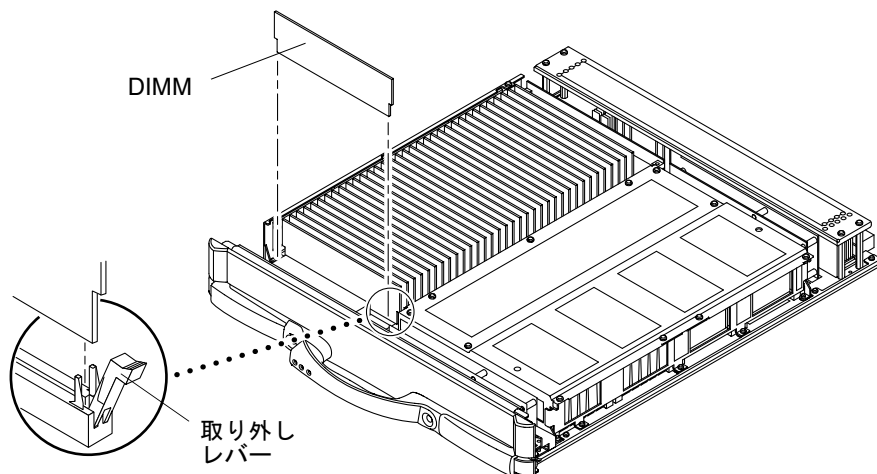

図 8-10 DIMM の取り外し
4. DIMM コネクタの両側の取り外しレバーを押し下げて、故障した DIMM を取り出します (図 8-10)。